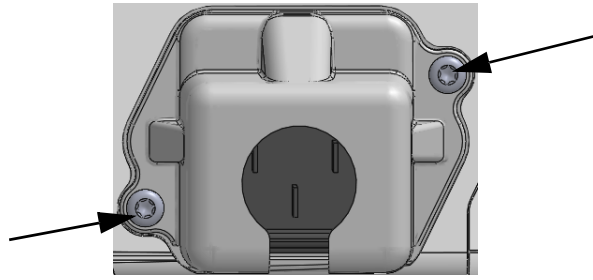

Figure 3-5 Cache d'entrée d'alimentation HemoSphere - Emplacements des vis
- 1 Si le cache de l'entrée d'alimentation est déjà en place, retirer les deux vis (figure 3-5) qui fixent le cache de l'entrée d'alimentation au panneau arrière du moniteur.